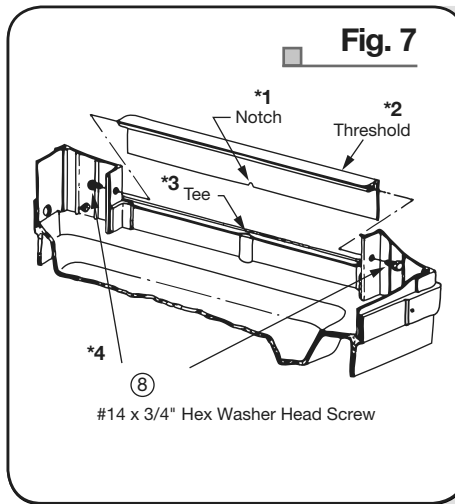

Fig. 7
8. Set Threshold in place between the front support extrusions. Be sure that threshold "notch" is locked into base "tee" section. Insert a #14 x 3/4" Hex Washer Head Screw through the pre-punched hole in the front support flange and screw into the mounting hole of the Threshold. Follow the same procedure for the other side. After both screws are started, tighten securely. (Fig. 7)
8. Coloque el umbral en medio de los moldeamientos de los soportes frontales. Asegúrese de que la ranura del umbral trabaje con la división «T». Inserte un tornillo hexagonal con cabeza de arandela n.º 14 x 3/4 en el orificio perforado en el reborde del soporte frontal y atornille en el agujero de montaje del umbral. Repita el procedimiento para el otro lado. Una vez que los dos tornillos estén colocados, ajústelos hasta que queden firmes. (Fig. 7)
8. Installez le seuil de porte entre les extrusions du support avant. Assurez-vous que l'encoche du seuil est insérée dans la section en « T » de la base. Insérez une vis rondelle à tête hexagonale no 14 de 3/4 po dans le trou préperforé du raccord de support avant, puis vissez-la dans le trou de fixation du seuil de porte. Procédez de la même façon pour l'autre côté. Une fois les deux vis en place, serrez-les complètement. (Fig. 7)